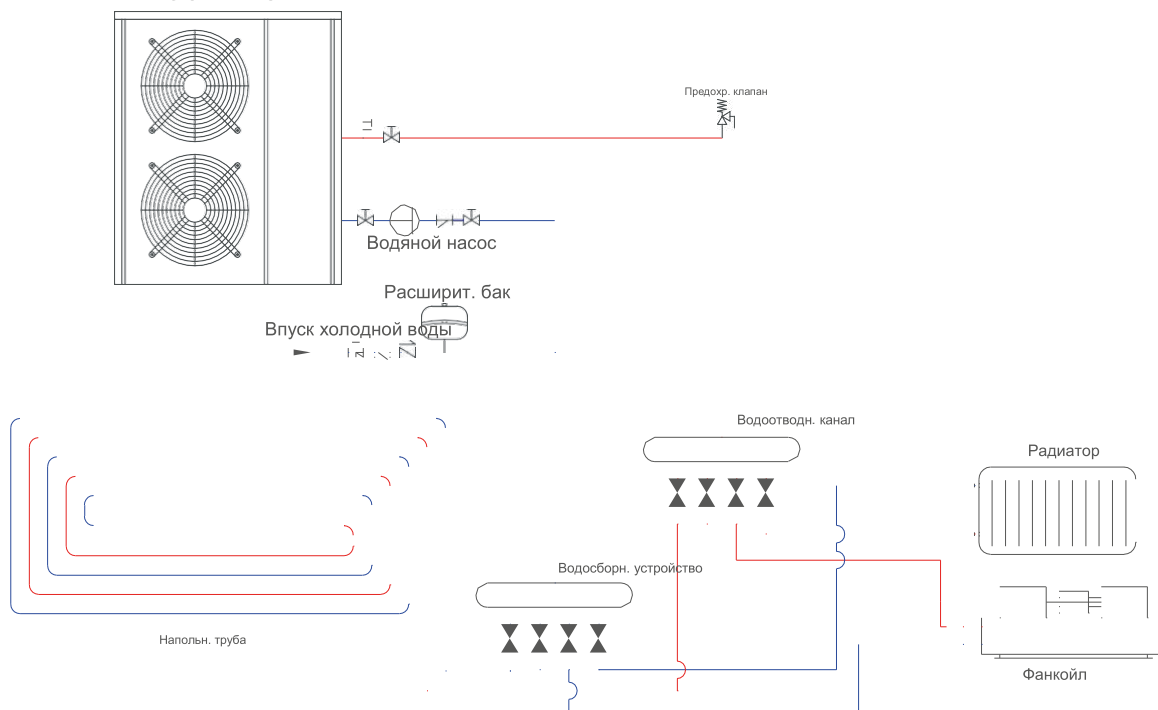

Рис. 10
- 1) Схема установки системы см. рис. 10.